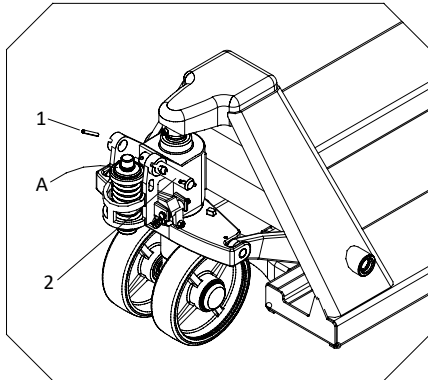

Fig. 1
1. Estrarre il perno a molla 2 (Fig. 1)
5. Far passare il perno 1 attraverso il perno a molla 2 e fissarlo. (Fig. 1)